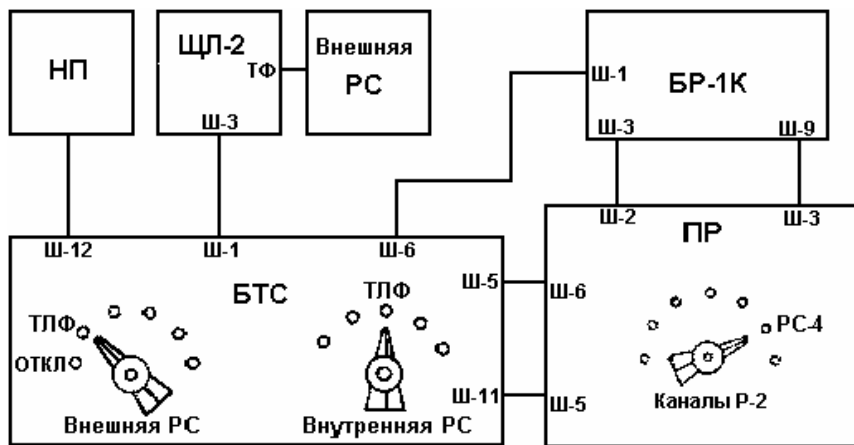

РИС. 32 СХЕМА СОЕДИНЕНИЙ БЛОКОВ КШМ ПРИ ВЕДЕНИИ СВЯЗИ ВНЕШНЕЙ РАДИОСТАНЦИЕЙ В ТЕЛЕФОННОМ РЕЖИМЕ ЧЕРЕЗ ПУЛЬТ РАДИСТА
- работайте внешней радиостанцией в режиме А или Б, как и радиостанцией Р-123МТ КШМ (рис. 32).